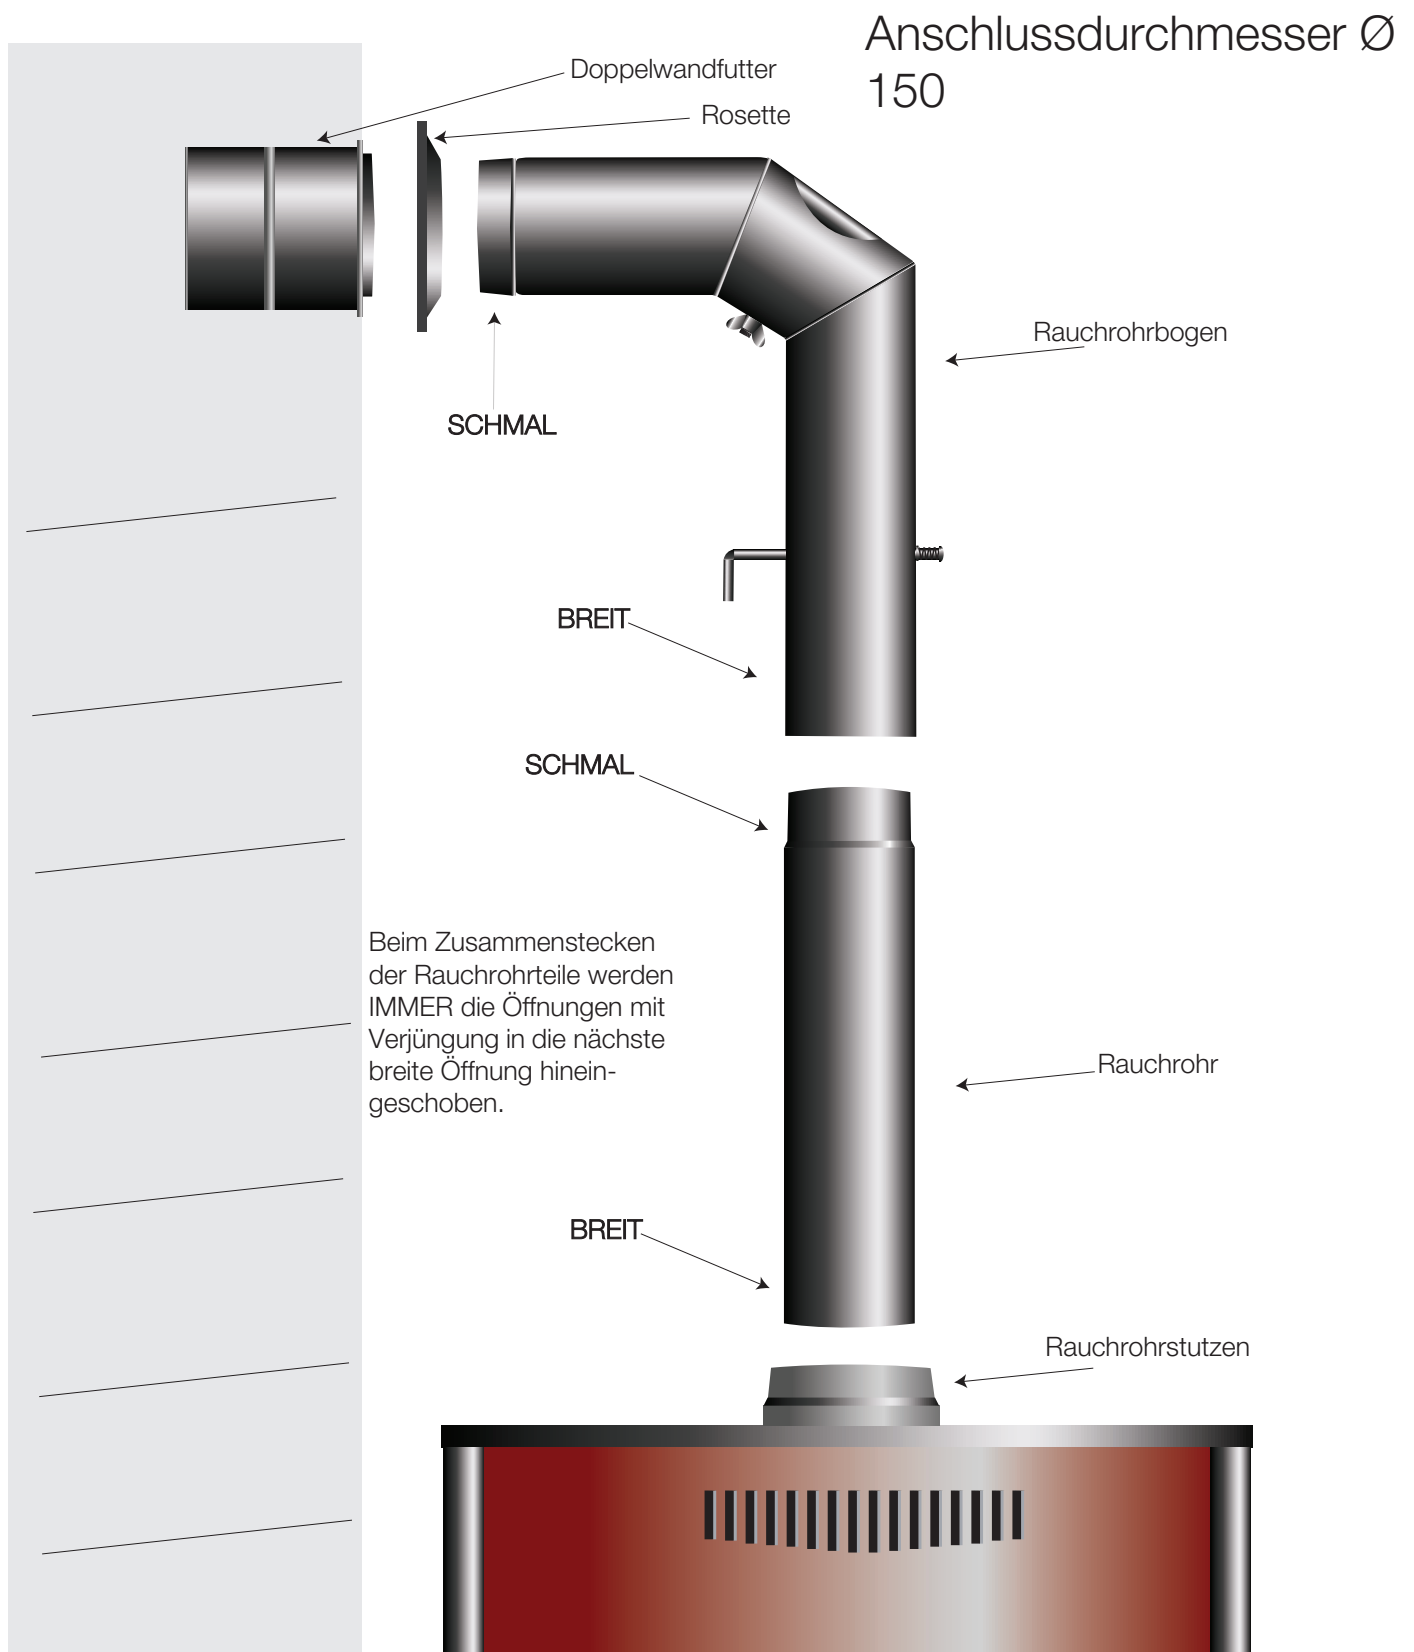

Abbildung 1 Anschluss des Kaminofens an den Schornstein
2. Abbildung 1 Anschluss des Kaminofen an den Schornstein	Seite 5